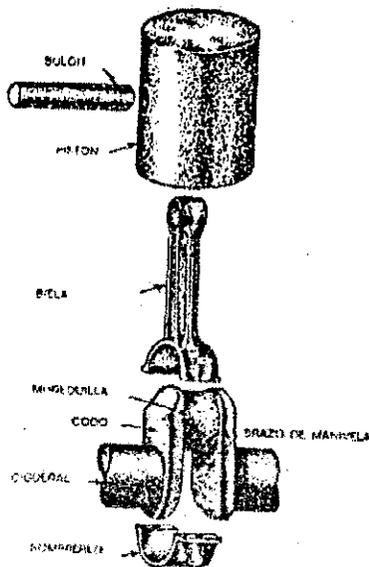

Figura 3. Conjunto de pistón
- Cilindros:** la mayoría de los motores posee cuatro, seis u ocho cilindros. Para referirse a la descripción interna solo vamos a hacer referencia a un solo cilindro (figura 3). Básicamente, el cilindro consiste en una bolsa cilíndrica de aire, cerrada por un extremo y abierta por el otro. El pistón se mueve ajustadamente dentro del cilindro y esta fabricado de aluminio o de otros metales parecidos. Sin embargo, el ajuste del pistón y el cilindro no debe ser excesivo a fin de que el primero pueda deslizarse fácilmente arriba y abajo dentro del cilindro. En la parte superior del pistón existen unas ranuras en las que se alojan los segmentos o anillos.